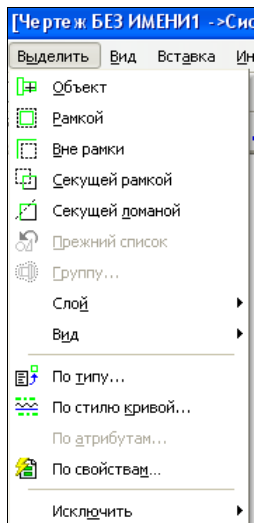

Рис. 3.4. Выпадающее меню пункта **Выделить**
- ◆ **Выделить** — содержит команды выделения объектов (рис. 3.4);